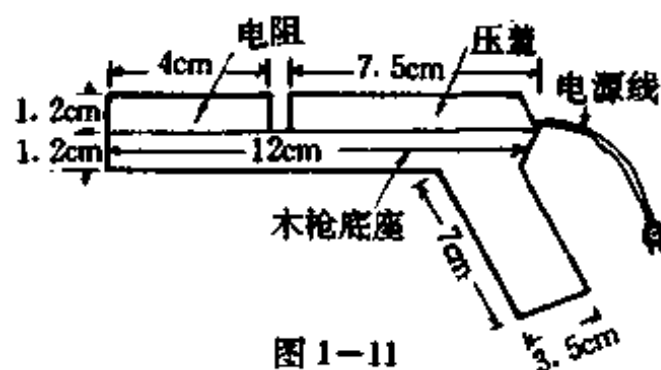

图 1-11
①买一只直径 5~6mm,长 10cm 左右的烙铁头。
②买一只长约 4cm,外径为 1.2cm 左右,内径为 5~6mm,阻值为 2k Ω ,功率为 2W 的线绕电阻。
③电源线 2m,插头一个。
④石棉布、云母片各一小片。
⑤按图 1-11、1-12 所示自制木手枪一个,薄铁皮一块,小钉几个。